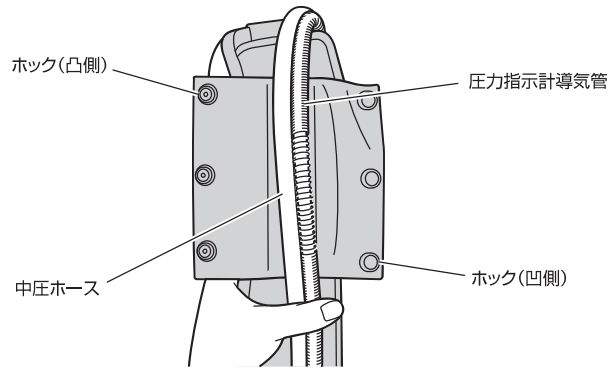

図 89 ホースを肩バンドに沿わせる
6. 圧力指示計導気管をホックの凹側、中圧ホースをホックの凸側に置く。(図 89 参照)